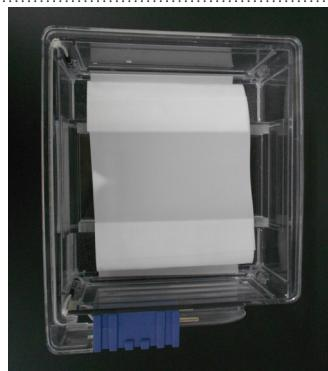

図5
- 5 1で平衡化した親水性ポリマーコーティング膜を、余分な水分を軽く除いた上で、4のろ紙側にブリッジ掛けになるようにセットします(図5)。